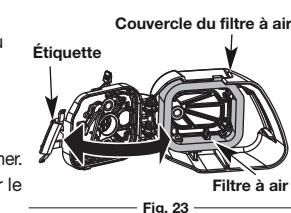

Fig. 23
- Pour ouvrir le filtre à air, appuyez sur la languette de verrouillage et tirez ensuite sur le couvercle du filtre à air (Fig. 23).
- Retirez le filtre à air (Fig. 23).
- Rémettez le filtre à air dans le couvercle du filtre à air (Fig. 23).
- Pour refermer le couvercle du filtre à air, pivotez-le vers la gauche, puis appuyez dessus jusqu'à ce que la languette de verrouillage s'enclenche (Fig. 23).